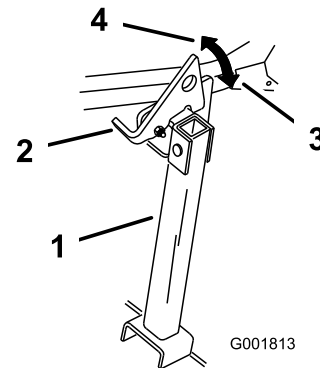

Figura 42
2. Levante el enganche a la posición desbloqueada (Figura 42).